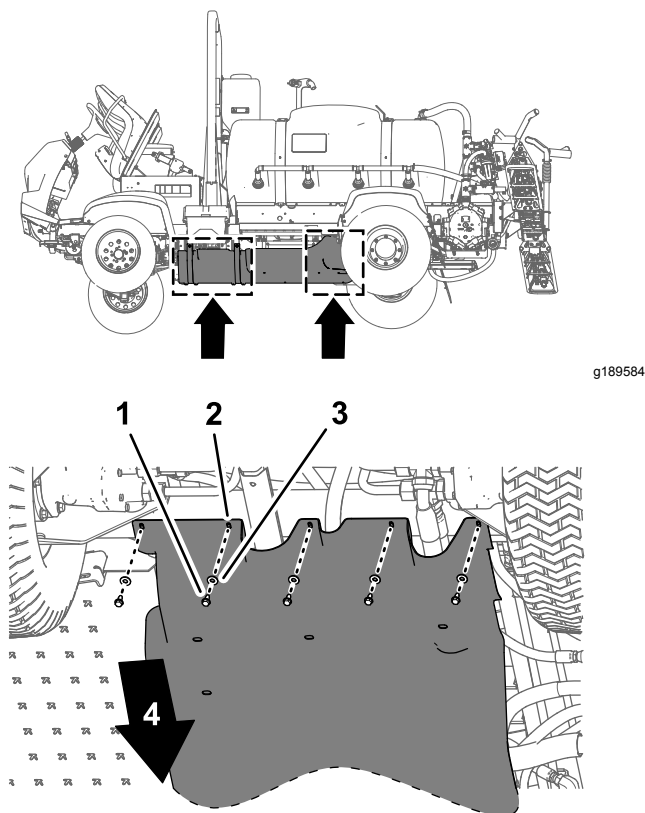
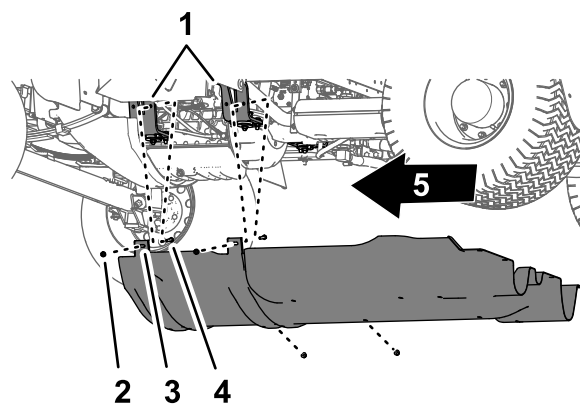

Figura 63
Figura 64
sujetan la parte trasera de la cubierta del chasis al chasis de la máquina (Figura 63).
- Retire los 4 pernos con arandela prensada (5/16") de los pernos y del perno de cuello cuadrado que sujetan las pestañas de montaje del protector de bajos a los soportes de montaje del motor de la máquina (Figura 64).
- Retire el protector de bajos de la máquina (Figura 63 y Figura 64).
- Alinee el protector de bajos con el chasis de la máquina; consulte Figura 64, en Retirada del protector de bajos (página 52).
- Coloque las pestañas de montaje del protector de bajos sobre los pernos de los soportes de montaje del motor; consulte Figura 64, en Retirada del protector de bajos (página 52).
- Monte la cubierta del chasis en los soportes de montaje del motor y los pernos (Figura 64) con las 4 contratueras prensadas (5/16") que retiró en el paso 2 de Retirada del protector de bajos (página 52).
- Alinee los orificios de la parte trasera del protector de bajos con los orificios del chasis; consulte Figura 63, en Retirada del protector de bajos (página 52).
- Monte la parte trasera de la cubierta del chasis al chasis (Figura 63) con los 5 pernos con arandela prensada (5/16" x 7/8") y las 5 arandelas (5/16") que retiró en el paso 1 de Retirada del protector de bajos (página 52).